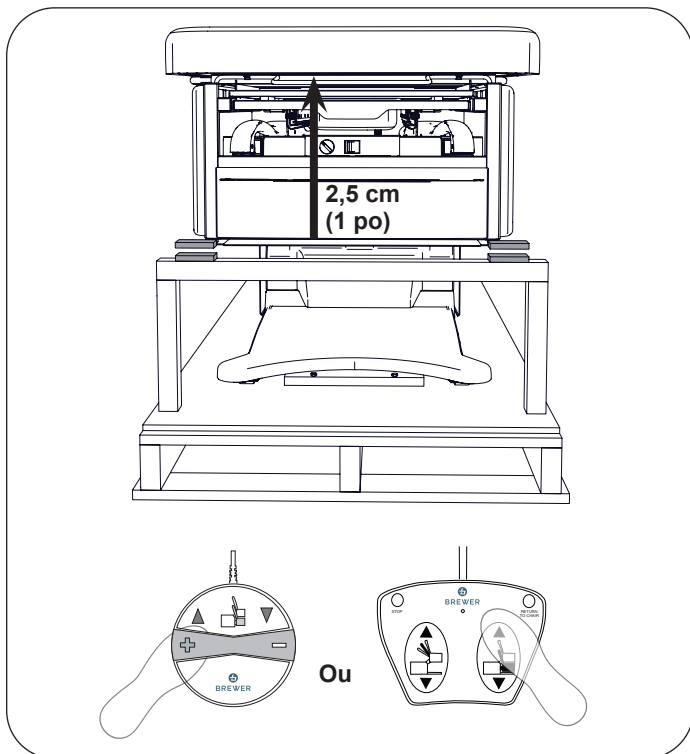

Figure 10. Élever l'assise pour dégager l'arceau de support
12. Appuyer sur la commande « Lever » de la pédale pour élever l'assise d'environ 2,5 cm (1 po) (Figure 10). Retirer l'arceau de support en bois et les cales d'espacement de l'avant de la table.